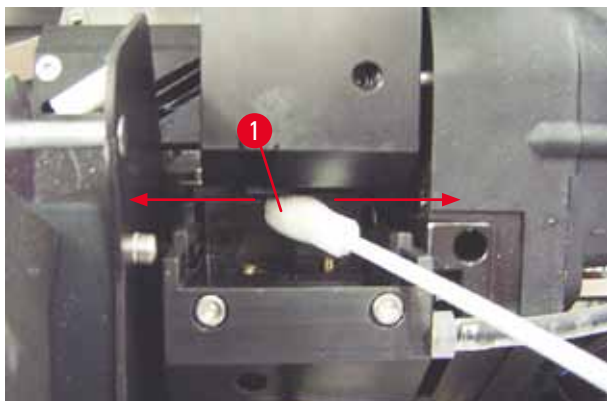

Fig. 51
5. Insira cuidadosamente o cotonete no espaço abaixo do cabeçote de impressão (→ "Fig. 51"). Aplique pressão leve para cima (no cabeçote de impressão) e mova a haste de espuma para frente e para trás (aprox. 10 vezes). Este procedimento remove resíduos de tinta seca.